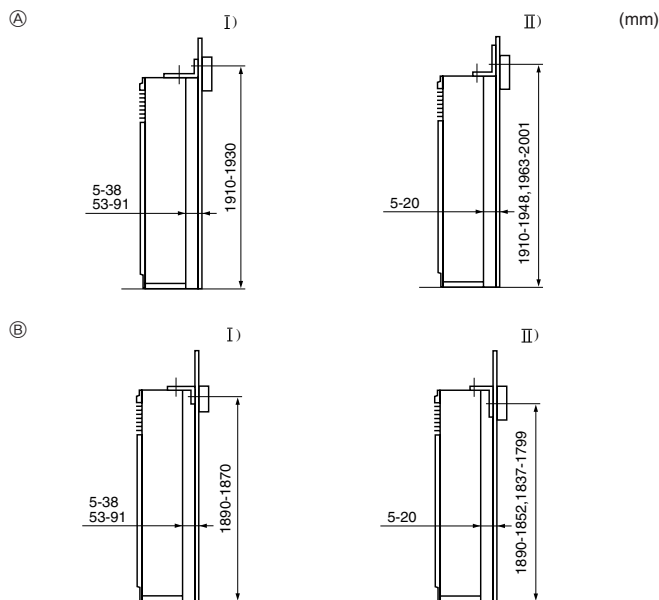

Fig. 3-3
- ① Applique anti-bascule
L'applique anti-bascule ① est installée sur la surface supérieure de l'appareil. Enlever les vis à tôle ② puis réinstaller l'applique, en suivant les indications de l'illustration. Pour obtenir les distances correctes d'installation, se reporter à la Fig. 3-3.
- Ⓔ Enlever la vis ⑩ puis tirer la grille vers l'avant pour l'enlever.
3.3. Installation de l'applique anti-bascule (Fig. 3-3)